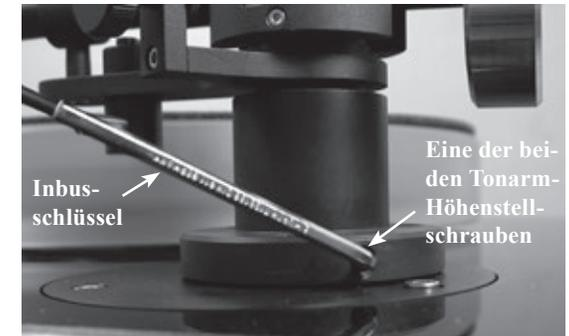

Abbildung 31
- Nachdem der Tonarm in der Ruhehalterung gesichert worden ist, lockern Sie vorsichtig die beiden Stellschrauben, wobei Sie das hintere Ende des Tonarmes unterstützen. Positionieren Sie den Tonarm neu unter Verwendung der im vorhergehenden Schritt gemachten Feststellungen. Ziehen Sie eine der Stellschrauben vorläufig an. Siehe Abbildung 31.